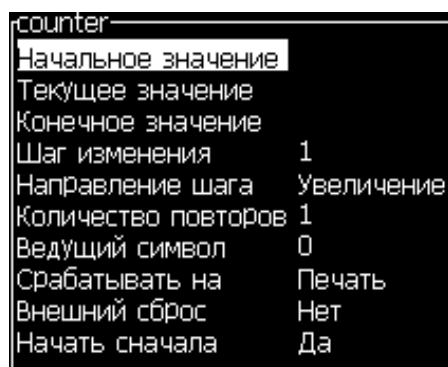

Рисунок 5-33: Диалоговое окно “New Counter” (новый счетчик)
- 4 Нажмите кнопку “Enter” (ввод) для открытия диалогового окна “counter” (счетчик) для счетчиков (смотрите Рисунок 5-33 на странице 5-50).
- 5 Установите параметры для всех полей в диалоговом окне “Counter Configuration” (конфигурация счетчика) (смотрите Рисунок 5-33).